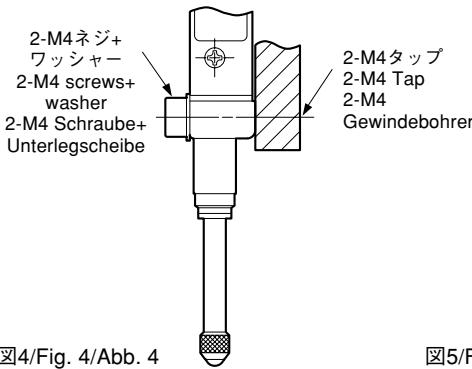

図4/Fig. 4/Abb. 4
- 測長ユニット取り付け方法としては、取付穴で固定する方法(図4)とステムをホルダーでチャックする方法(図5)の2通りがあります。
- エアーリフタDZ176をご使用になる場合には、取付穴で固定する方法(図4)にて取り付けるようしてください。
- The measuring unit can be mounted either by fixing it in place using its mounting holes (Fig. 4) or by securing its stem with a holder (Fig. 5).
- To use the DZ176 Air Lifter, mount the measuring unit using its mounting holes (Fig. 4).
- Zur Montage der Maßstabseinheit gibt es zwei Möglichkeiten: Befestigung mit Hilfe der Montagebohrungen (Abb. 4), oder Befestigung des Schafts mit einem Halter (Abb. 5).
- Zur Verwendung des Luftabhebers DZ176 ist die Meßsonde mit Hilfe der Montagebohrungen (Abb.4) zu montieren.